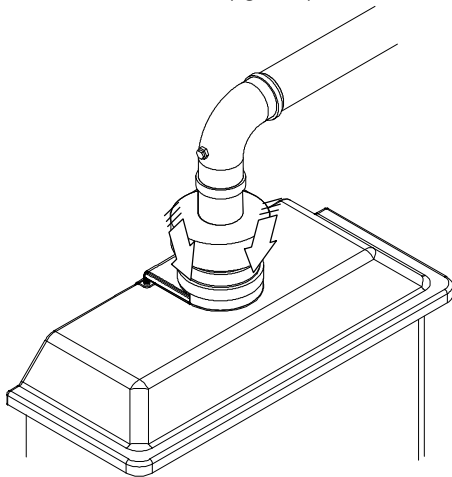

fig. 5.40
- Posizionare in modo che si incastri la guarnizione a manicotto del tronchetto aspirazione aria sul profilo superiore del tettuccio caldaia (fig. 5.40).